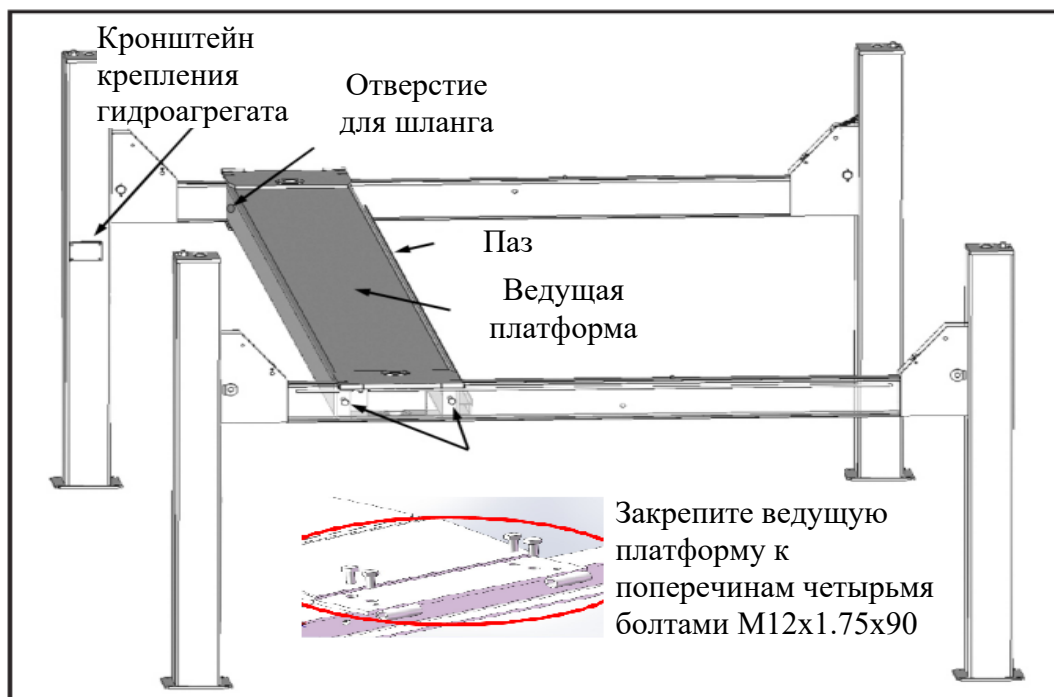

Рис. 5.4
4. Расположите ведущую платформу на поперечинах с пазом, направленные в сторону подъемника. Отверстия для шлангов, находящихся на боковой части платформы, должны располагаться рядом со стойкой, на которой крепится гидроагрегат. Совместите крепежные отверстия на платформе с отверстиями на поперечинах, вставьте в них четыре болта с головкой под шестигранник M12x1.75x90, оденьте шайбы. Нанесите на болты подходящую консистентную смазку и затяните их с усилием 74.6 Нм (см. рис. 5.4).